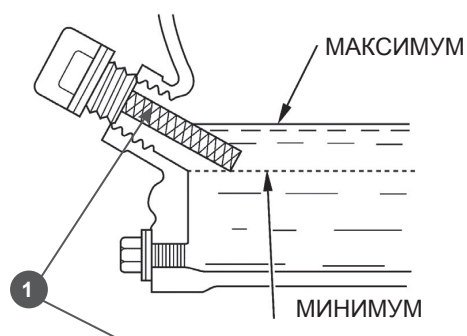

Рис.6
2. Извлеките щуп (1) Рис.6 из маслосливной горловины и протрите его чистой тряпкой.